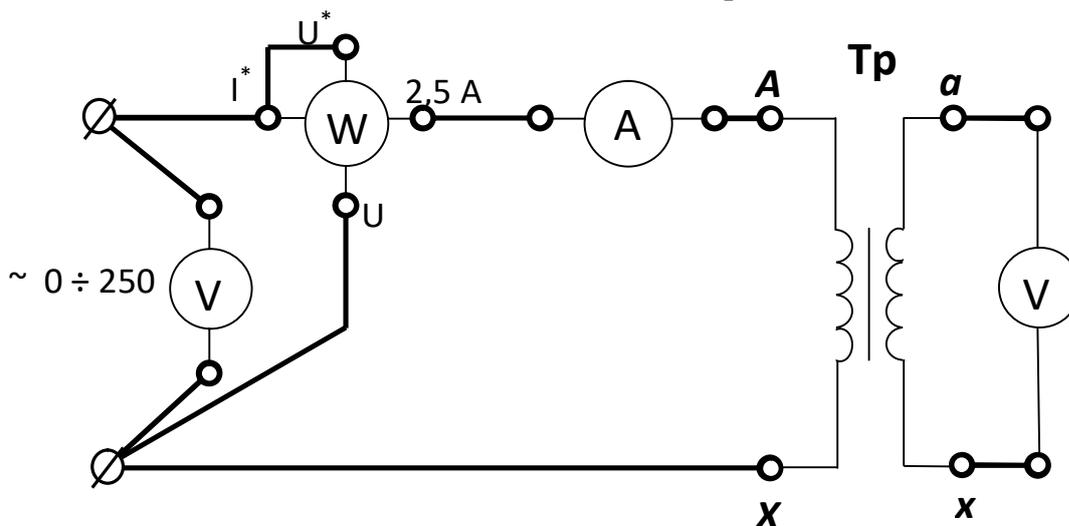

Рис. 4.2. Схема проведения опыта холостого хода
3. Соберите схему, изображенную на рис. 4.2. Клеммы, маркированные символами «I\* ; 2,5; U\* ; U», находятся на ваттметре.